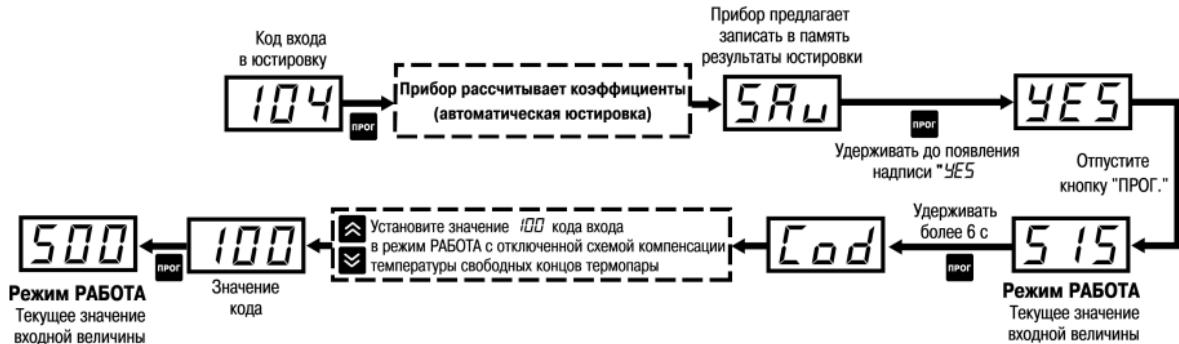

Рисунок 8.6 – Схема юстировки прибора с ТП
- Не менее чем через 15 – 20 сек после включения питания произвести юстировку прибора (см. рисунок 8.6).